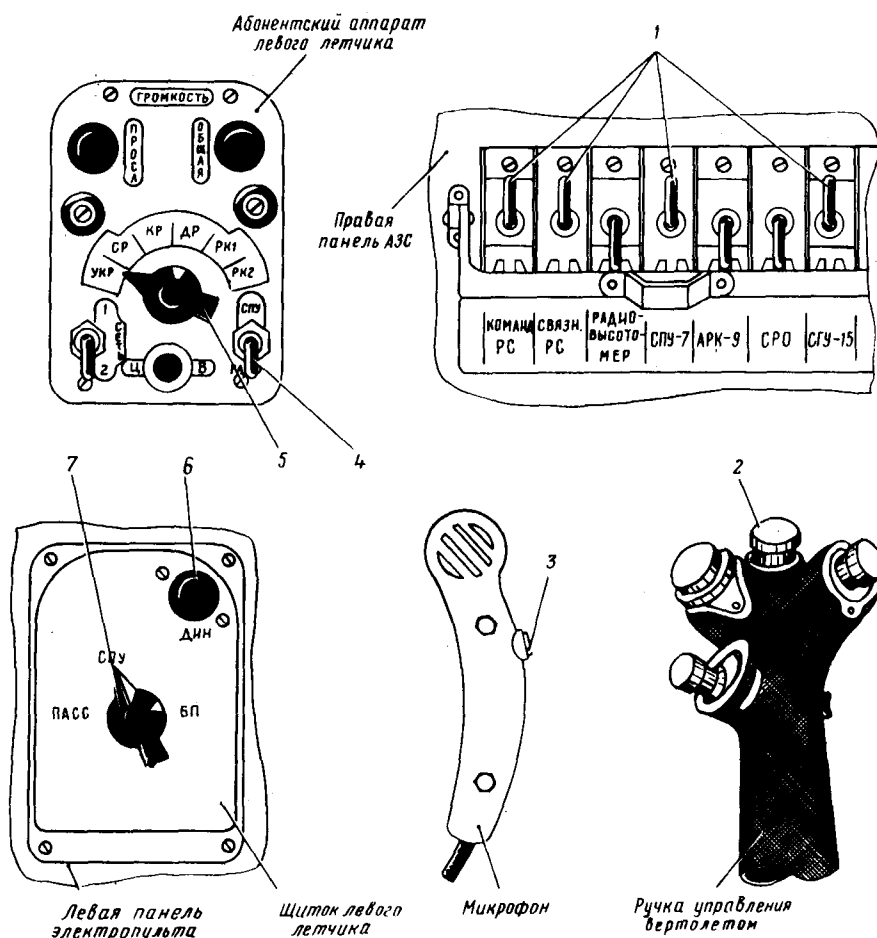

Рис. 32. К проверке работоспособности громкоговорящего устройства СГУ-15:
1. Для проверки работоспособности СГУ-15 на различные виды связи включить автоматы защиты сети 1 «СГУ-15», «СПУ-7», «Команд. РС» и «Связн. РС» (рис. 32).